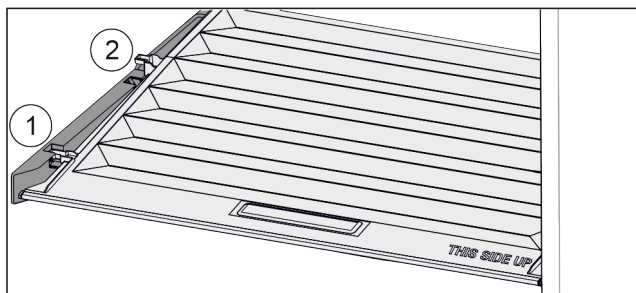

Fig. 41
- ▶ Trageți capacul în față Fig. 41 (1) până la orificiul din piesele suportului.
- ▶ Ridicați în spate de jos și scoateți Fig. 41 (2) în sus.